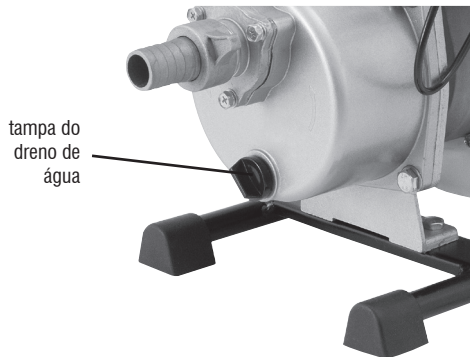

Fig. 11 – Retirando água do sistema da bomba
- 3 – Retire o dreno de água (fig. 11) e aguarde até que toda a água saia do sistema;
- 6 – Feche o dreno da bomba (fig. 11);